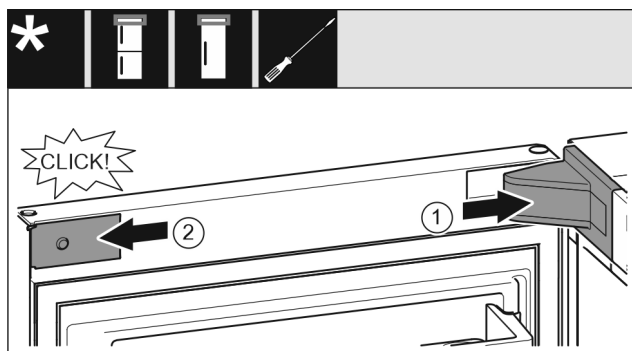

Fig. 20
- ▶ Поставете и фиксирайте капача на лагерната стойка, при нужда внимателно го натиснете настрани. Fig. 20 (1)
- ▶ Поставете странично капачката и я фиксирайте. Fig. 20 (2)